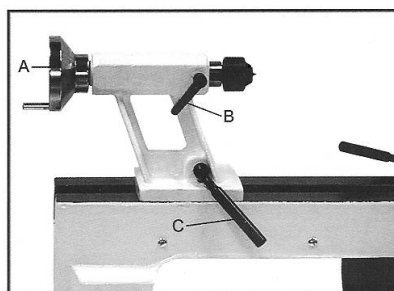

Fig 11
Drehen Sie das Handrad (A, Fig 11) im Uhrzeigersinn um die Pinole auszufahren und klemmen Sie den Indexiergriff (B).
Der Hebel (C, Fig 11) klemmt den Reitstock am Maschinenbett fest.